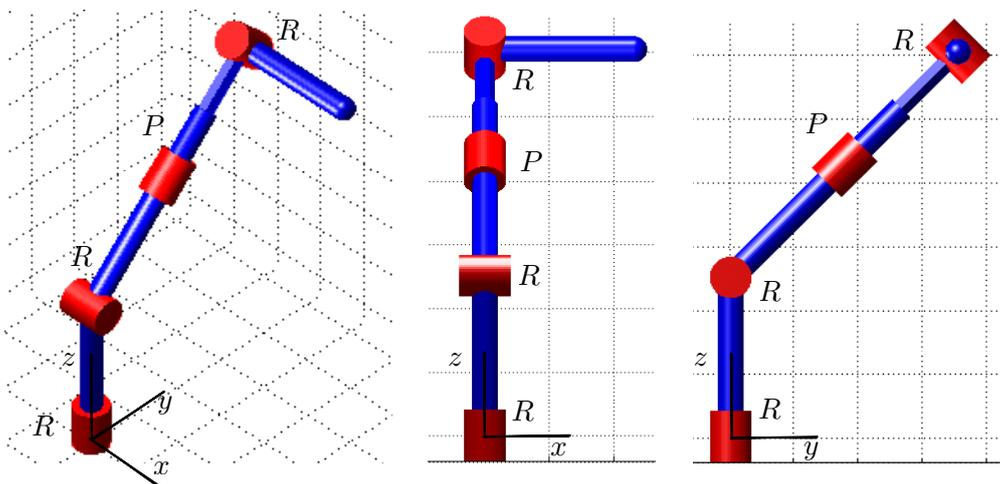

Figura 1: RRPR Seriale
2. Presentare la convenzione di Denavit-Hartenberg e utilizzarla per calcolare la cinematica diretta ed il Jacobiano del robot seriale RRPR in Figura 1. Supponendo la gravità diretta come  $-z$ , calcolare le coppie ai giunti necessarie per l'equilibrio del manipolatore nel caso in cui gli ultimi due link abbiano masse  $m_1$  e  $m_2$  rispettivamente (ipotizzabili come concentrate a metà della lunghezza dei link).